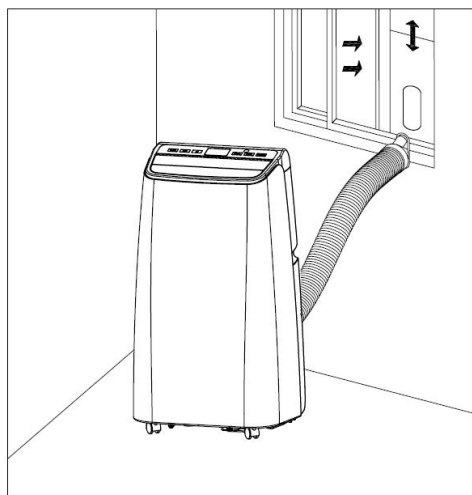

Figure 5
- 2) Étirez le tuyau et positionnez son extrémité aplatie dans l'ouverture oblongue de la plaque de fermeture de la fenêtre (comme indiqué dans les Figures 5 et 6).